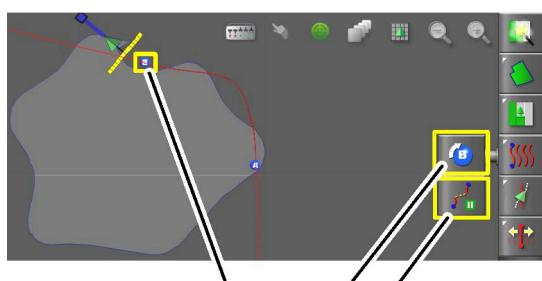

図 17
6. フィールド境界(図 17)の等高線パスに沿ってマシンを移動します。
7. セットポイントBアイコン図 17を押します。ポイントBがコントロールコンソールに表示されます。